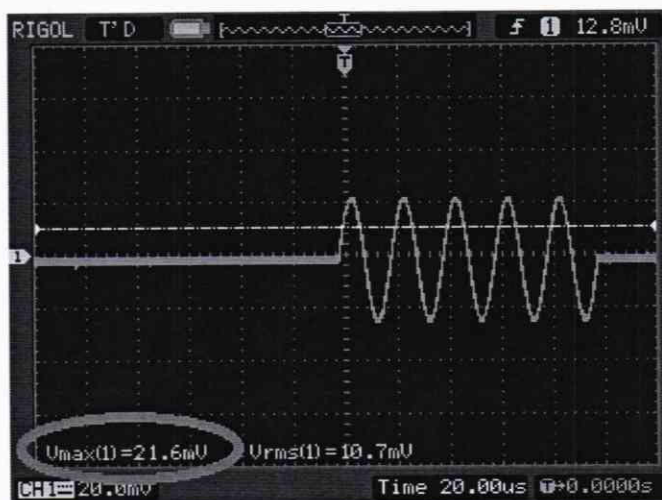

Рисунок 17 – Результат измерения U_{\max} осциллографом
10.1.3.4 Подайте на измерительную схему заданный сигнал. Произведите одновременный отсчет показаний на экране осциллографа (U_{max}) (рисунок 17) и в программе «AVS-AE8»